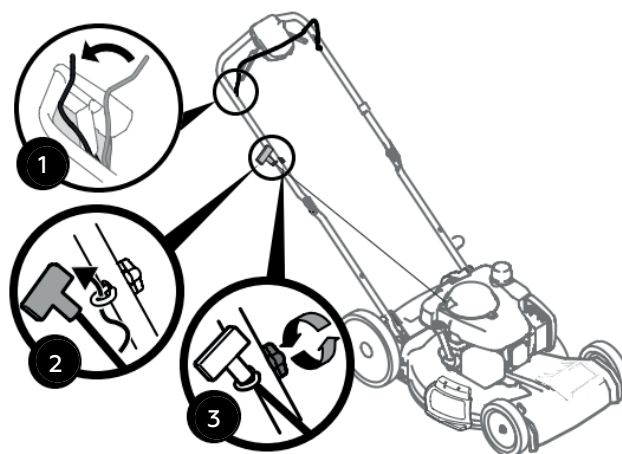

Рис. 10
**ПОМНИТЕ:** направляющая петля шнура стартера расположена на правой стороне верхней части рукоятки. Ослабьте гайку-барашек, фиксирующую направляющую петлю (рис. 10).